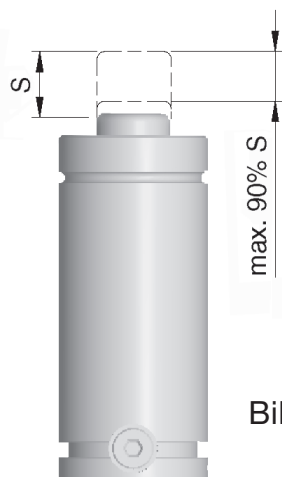

Bild 1
Der Arbeitshub wird während der Anwendung dank eines mechanischen Anschlags ohne Veränderung beibehalten. Alle STRACK Gasdruckfedern können den nominellen Hub (S) fahren, da alle Modelle eine Hubreserve besitzen. Jedoch ist es zu empfehlen, mit einem optimalen Sicherheitlevel zu konstruieren, um eine optimale Lebensdauer zu erreichen. Wir raten daher eine 10 % Hubreserve vorzusehen. (Bild 1)